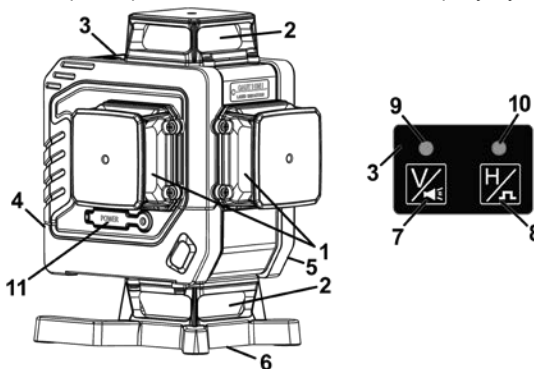

Рисунок 1
Перед встановленням або зняттям акумуляторної батареї завжди вимикайте прилад за допомогою клавіші блокування/розблокування маятникового механізму (5, рисунок 1) у положення . Для під'єднання акумуляторної батареї відкрийте кришку відсіку елемента живлення (4, рисунок 1), вставте акумуляторну батарею забезпечивши правильну полярність, та без додавання надмірного зусилля встановіть акумулятор і закрийте батарейний відсік кришкою. Для зняття акумуляторної батареї виконайте операції в зворотному порядку.
Заряджання лазерного рівня виконується через роз'єм типу Type-C кабелем, який під'єднується до роз'єму USB-A мережевого адаптера. Акумуляторна батарея має захист від перезарядження, заряджається автоматично протягом 4-5 годин. Після закінчення процесу заряджання витягніть зарядний пристрій з мережі та витягніть кабель зарядки з порту заряджання (11, рисунок 1).
3.5.1 Встановіть лазерний рівень біля стіни «А» на штативі або встановіть його на тверду рівну поверхню. Увімкніть прилад для роботи з автоматичним вирівнюванням (посуньте вправо клавішу розблокування маятникового механізму (5, рисунок 1)). Кнопками 7 та 8 (рисунки 1 і 2) оберіть режим роботи, в якому горизонтальна та вертикальна лазерні площини будуть випромінюватися попереду вимірювального приладу.
3.6.1 Встановіть лазерний рівень на відстані 2,5 метра від дверного отвору на твердій, рівній поверхні (не на штатив). Увімкніть вимірювальний прилад у режимі автоматичного вирівнювання (посуньте вправо клавішу розблокування маятникового механізму (5, рисунок 1)). Кнопкою 7 (рисунки 1 або 2) оберіть режим роботи, в якому вертикальна лазерна площина випромінюється попереду лазерного рівня.